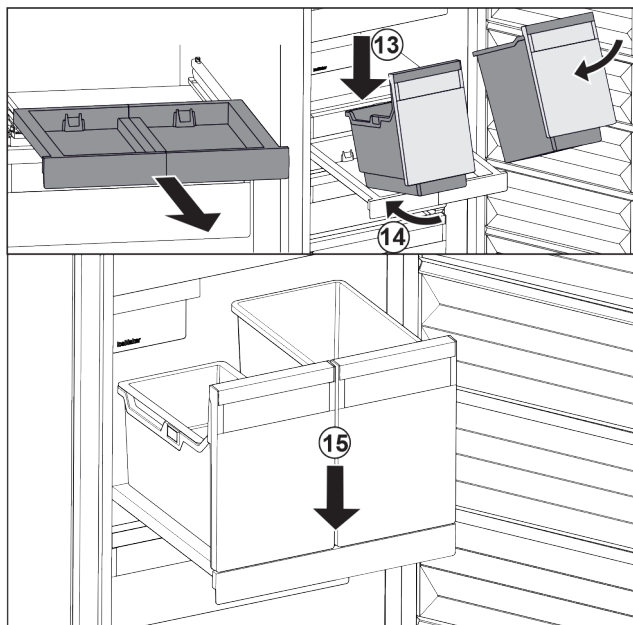

Fig. 102
- ▶ 将容器斜放在拉出式搁板上。Fig. 102 (13)
- ▶ 将容器斜着向后推入。Fig. 102 (14)
- ▶ 放下容器前部。Fig. 102 (15)